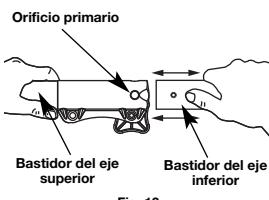

Fig. 12
- Mientras sostiene el accesorio con firmeza, empújelo en línea recta en el acoplador EZ-Link™ (Fig. 12).